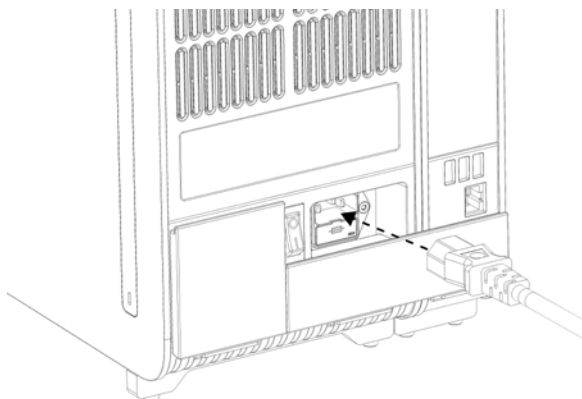

図 20. 電源コードを接続。
8. QIAstat-Dx Analyzer 1.0 に同梱の電源コードを元の分析モジュールの背面に接続します (図 20)。